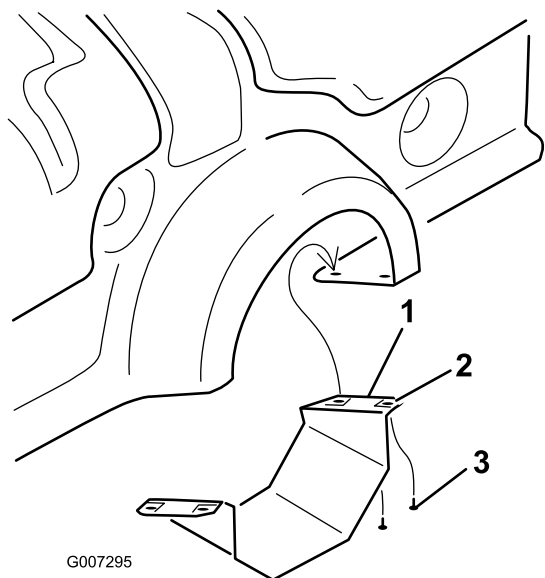

Рисунок 10
- 1. Только на модели ProCore 864 снимите нижний щиток механизма отбора мощности (Рисунок 10).